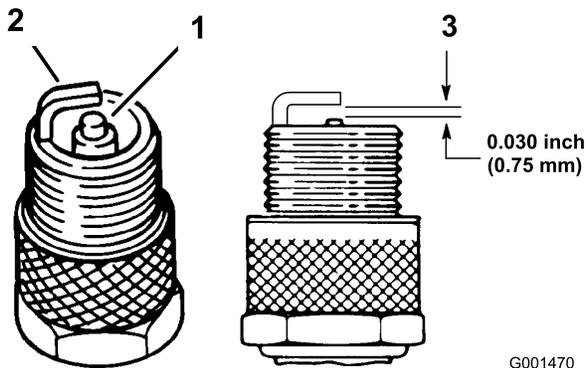

Figure 30
1. Examinez le centre des bougies (Figure 30).
3. Contrôlez l'écartement entre l'électrode centrale et l'électrode latérale (Figure 30).
**Remarque:** Courbez l'électrode latérale (Figure 30) si l'écartement est incorrect.
3. Connectez les bougies (Figure 30).